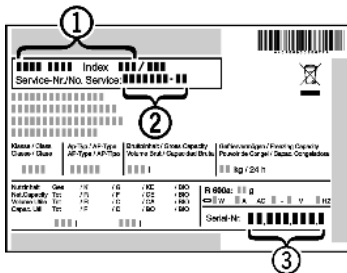

Fig. 10
- ▶ Prietaiso pavadinimas *Fig. 10 (1)*, techninio aptarnavimo Nr. *Fig. 10 (2)* ir serijos Nr. *Fig. 10 (3)* užrašyti duomenų skydelyje. Duomenų skydelis yra prietaiso viduje, kairiajame šone.
- ▶ Susiekite su techninio aptarnavimo skyriumi ir praneškite apie gedimą, taip pat pasakykite prietaiso pavadinimą *Fig. 10 (1)*, techninio aptarnavimo Nr. *Fig. 10 (2)* ir serijos Nr. *Fig. 10 (3)*.